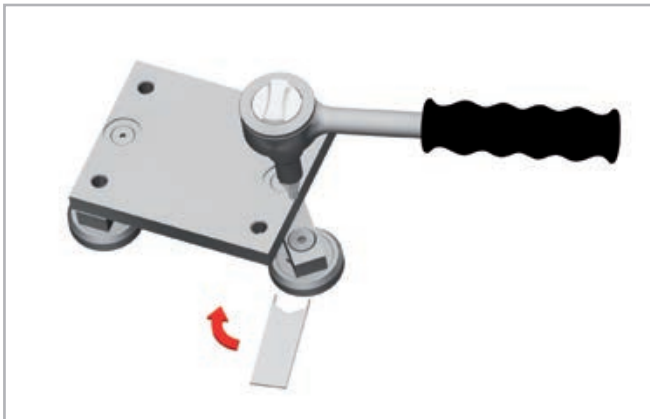

Fig. 22
- La clé spéciale plate fournie est emboîtée par le côté sur le six pans du galet à régler (voir Fig. 22).